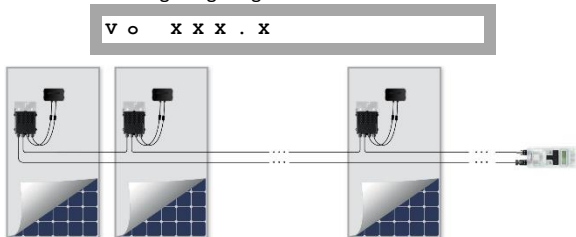

Abbildung 2: SolarEdge Key Anschluss
- 3 Verbinden Sie einen String an Leistungsoptimierern mit dem SolarEdge Key (siehe Abbildung 2).
- 3** Verbinden Sie einen String an Leistungsoptimierern mit dem SolarEdge Key (siehe *Abbildung 2*).